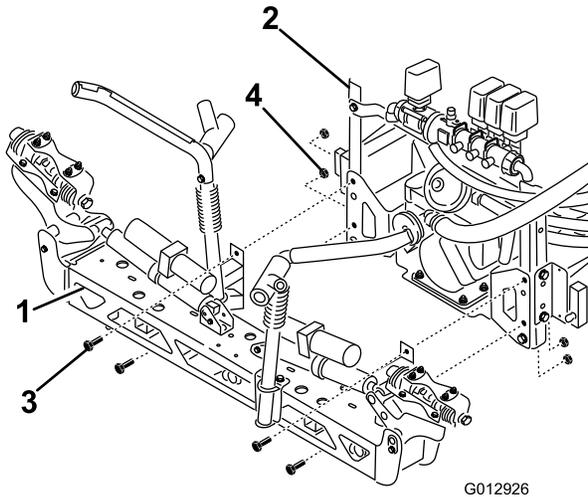

Figure 29
3. Montez l'ensemble rampe centrale sur le système de pulvérisation au niveau des supports de bâti avec 4 boulons (1/2 x 1-1/4") et 4 contre-écrous (1/2"), comme illustré à la Figure 29.